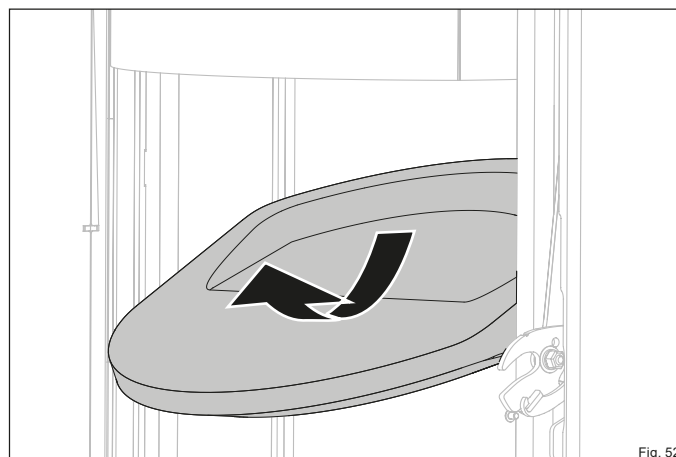

Fig. 52
- ▶ Retirez délicatement la pierre thermique supérieur de son support comme indiqué (Fig. 52).